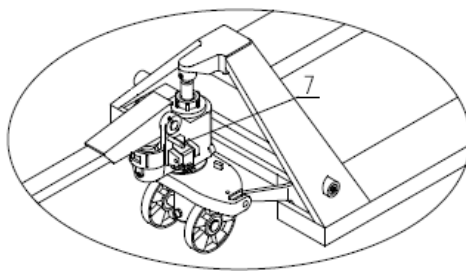

Fig. 3
3.6 Veja a fig. 3, coloque a haste do timão na posição horizontal, puxe o pino 7 e guarde o pino 7 com cuidado para o próximo uso.